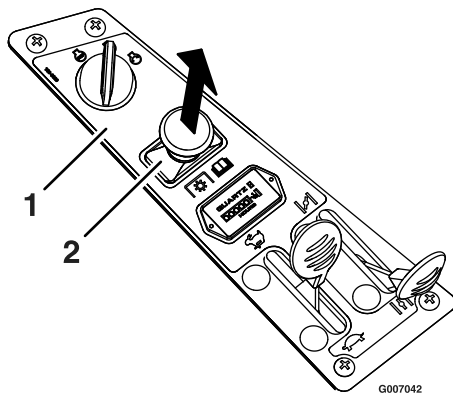

Figura 12
3. Tire del mando de control de las cuchillas para engranar las cuchillas (Figura 12).